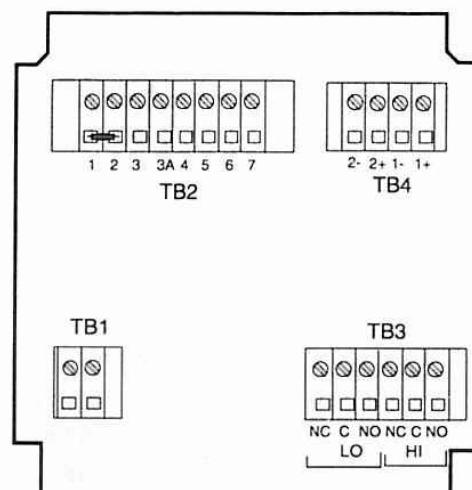

图 28 温度模拟输入(金属外壳型)
- a. 把毫伏发生器接到 TB2 端子排的 3 和 5 端子(见图 28)。
- b. 把短路线接到 TB2 端子排 4 和 5 端子(见图 28)。
1. 按图 28, 把 TB2 的 4,5 端子短路, 把精密信号发生器接到 TB2 端子。